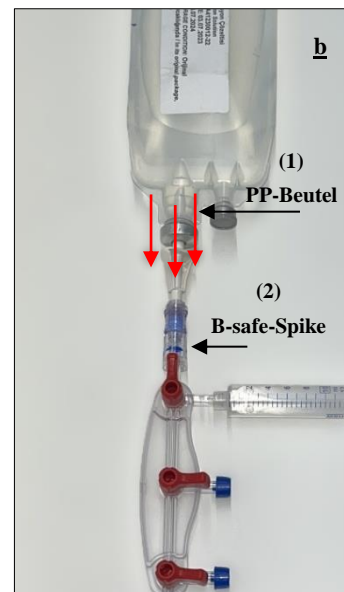

Abb. 34 Entfernen des B-safe-Spikes (2) vom leeren Säurebeutel (1).
- b) Entfernen Sie den B-safe-Spike (2) vom leeren Salzsäurebeutel (1). (Siehe Abb. 34)